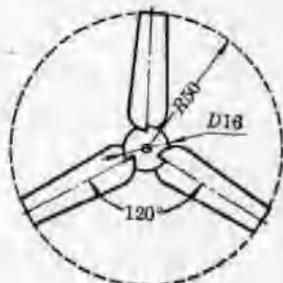

图 4
- iii. 把三片叶片，互相叉开 120° 角，插在圆片上，用锡焊牢(图 4)；
(2) 在 100×100 (毫米) 2 铁皮上，用铅笔或针尖，如图 4 画出叶片与圆心片连在一起的扇叶，依样剪下。在中心钻孔后，再如前法，把叶片扭成与转动平面成 30° 角，然后在电动机轴上包一块橡皮碎片，把叶片紧套在轴上。